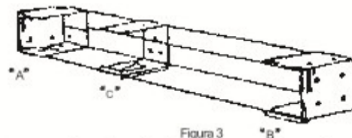

Figura 3
- NOTA: Los soportes centrales deberán ser instalados antes de insertar los rieles del cabezal para persianas más anchas de 30" (Ver Figura 3).
3. Coloque el riel del cabezal en los soportes de montaje y coloque los recubrimientos frontales en los soportes de montaje y delante del riel del cabezal (Ver Figura 3).